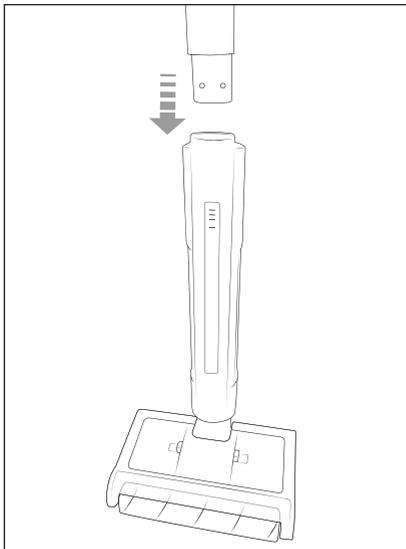

Fig. 1
- ◆ Applicare l'impugnatura **1** all'apparecchio finché non si innesta in modo udibile (vedere fig. 1).